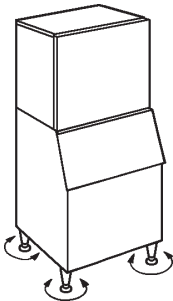

Fig. 6 Afstelling steunpoten
- 8) Stel de vier steunpoten in de bodem bij (regelbaar van 0-25,4 mm) om de ijsmachine een perfect horizontale positie te geven: zie Fig.6.